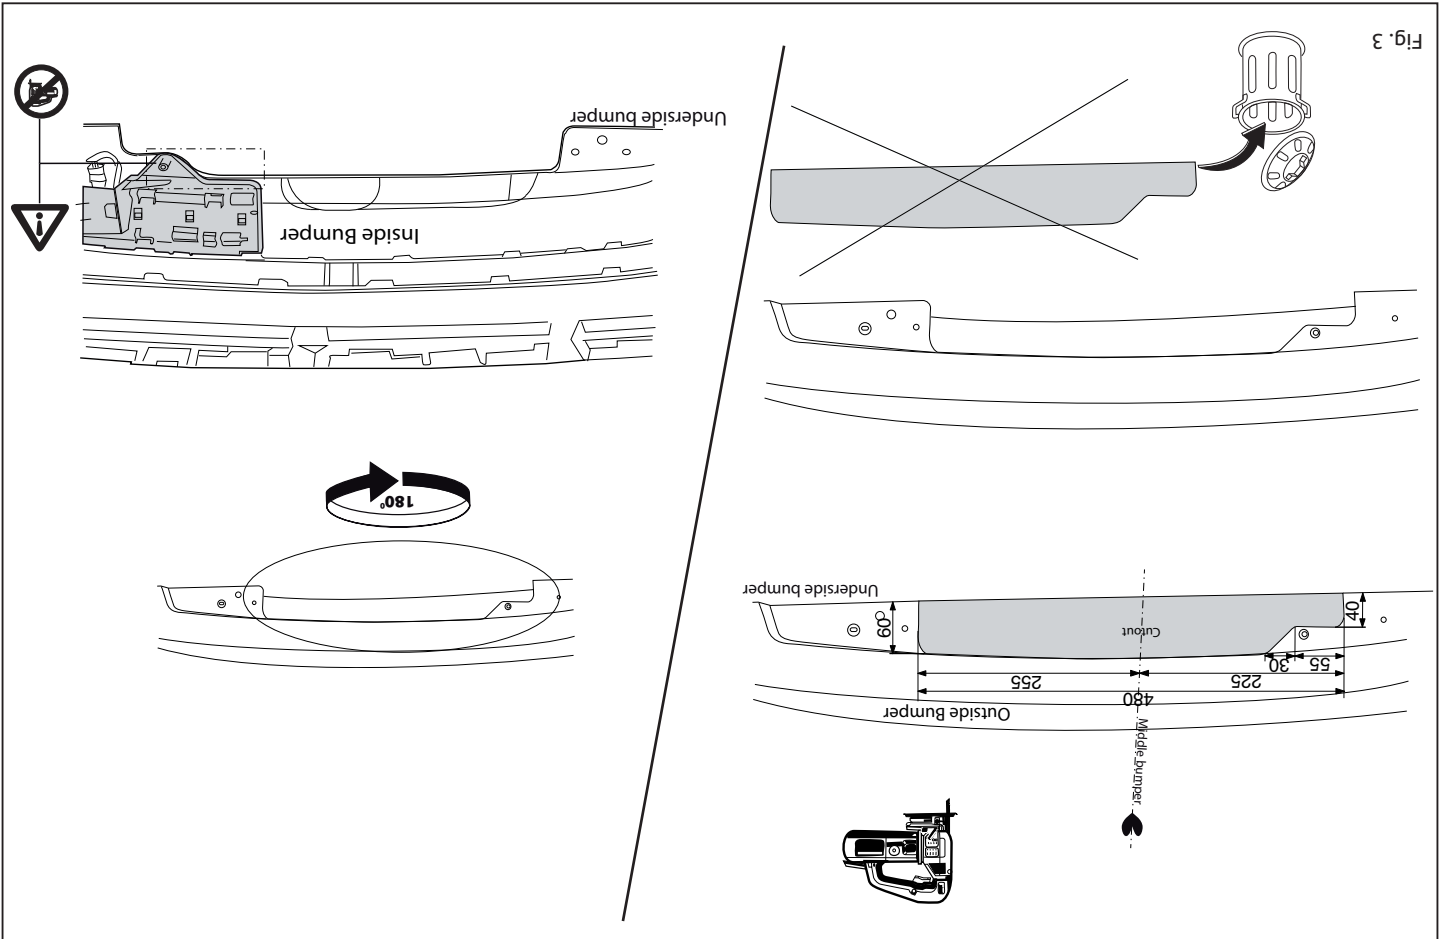

Fig. 3
6. Saw out the indicated section in accordance with figure 3.
6. Gemäß Abb.3 das angegebene Teil ausschneiden.
6. Scier la partie indiquée conformément à la figure 3.